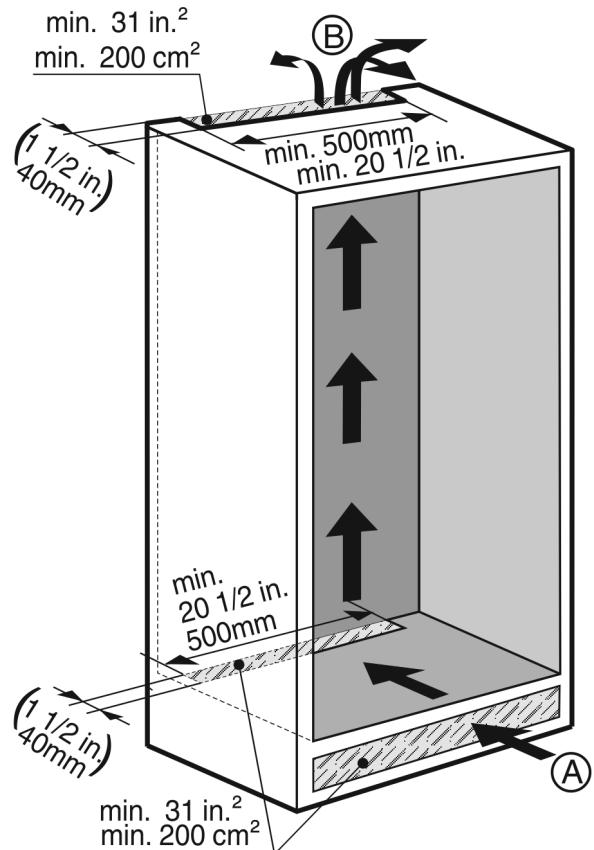

Fig. 5
- Il doit y avoir un espace de ventilation efficace d'au moins  $31 \text{ in}^2$  ( $200 \text{ cm}^2$ ) par appareil au niveau de l'entrée d'air Fig. 5 (A) et la sortie d'air Fig. 5 (B).